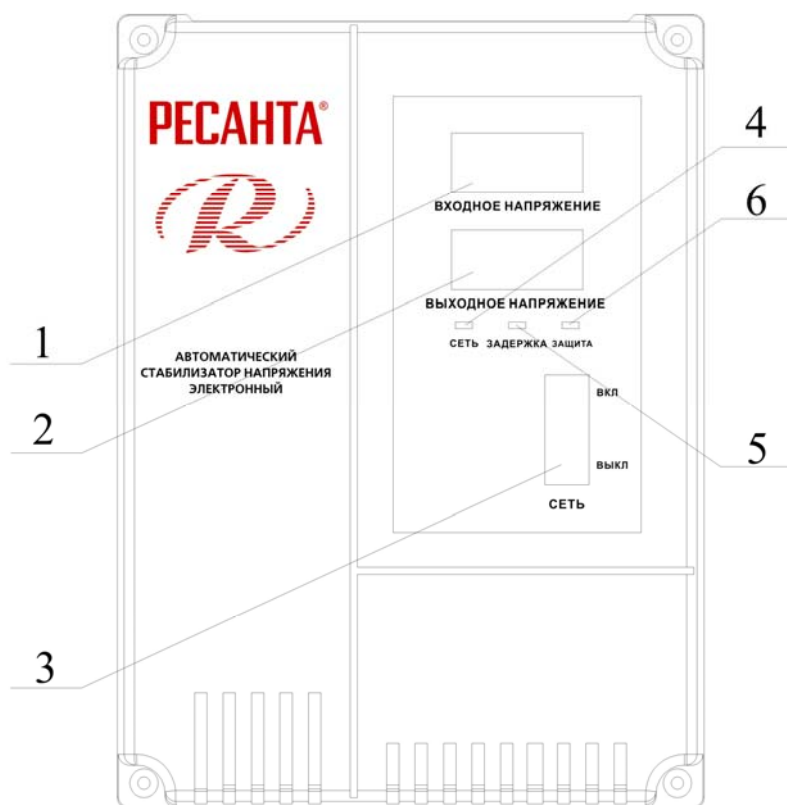

РИС. 2
- Убедиться в том, что выключатель (рис. 2, поз. 3 ) находится в положении «выкл»;
- Перевести выключатель (рис. 2, поз. 3 ) в положение «вкл» на 10 секунд;
- Дисплей (рис. 2, поз. 2 ) должен показывать 220 В при работе стабилизатора в штатном режиме;
- Перевести выключатель (рис. 2, поз. 3 ) в положение «выкл».
- Установить выключатель (рис. 2, поз. 3 ) в положение «вкл».
1. Не горит индикатор «сеть»	<ol style="list-style-type: none"><li>1. Стабилизатор не подключен к сети.</li><li>2. Проверить, включен ли выключатель (рис. 2, поз. 3 ).</li></ol>